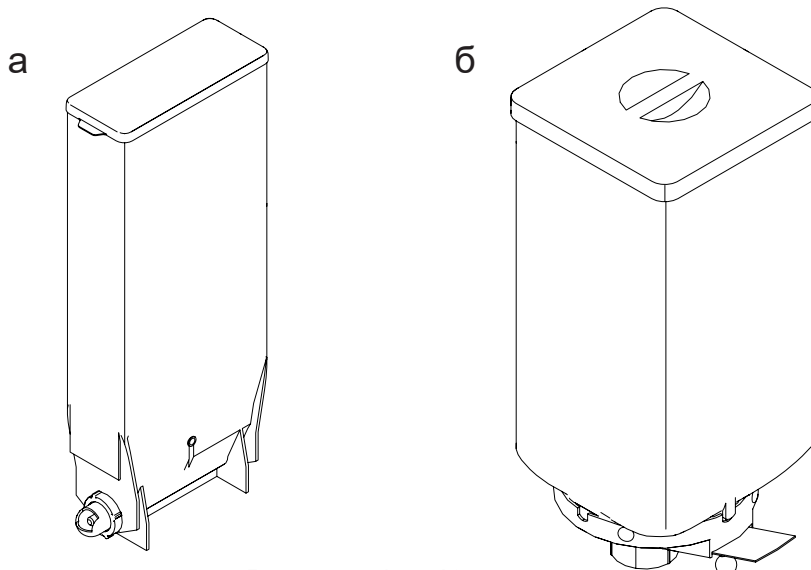

Рисунок 15 - Контейнеры
- Контейнеры растворимых ингредиентов (4 или 6 шт. в зависимости от комплектации, рис. 15 а);
- Контейнер зернового кофе (1 или 2 шт. в зависимости от комплектации, рис. 15 б).